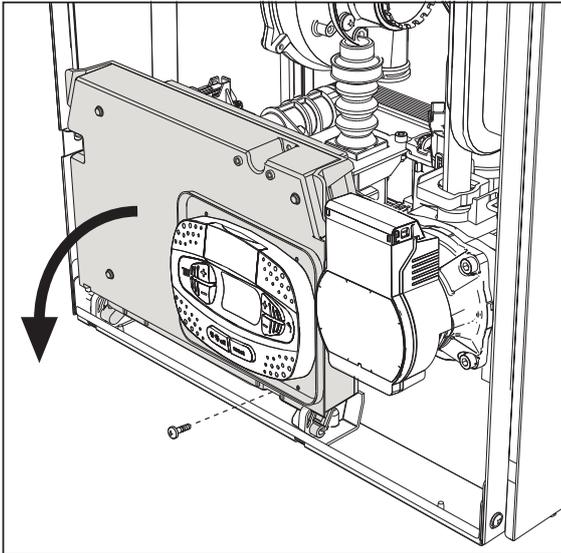
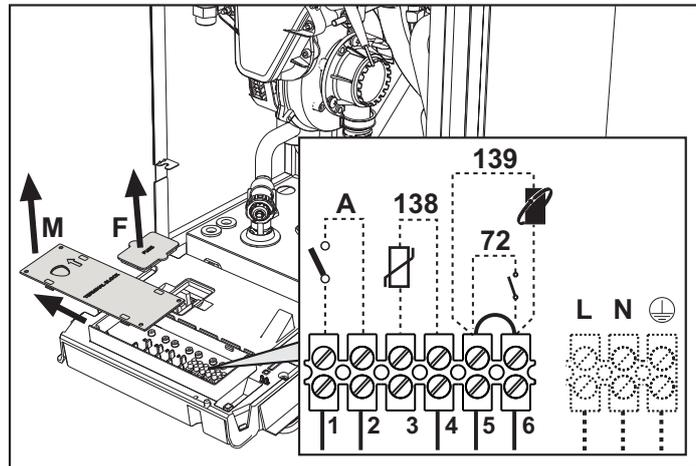

fig. 19
fig. 20
Après avoir retiré le panneau avant (*** 'Ouverture du panneau avant' on page 78 ***), il est possible d'accéder au bornier (M) et au fusible (F) en suivant les indications décrites ci-après (fig. 19 et fig. 20). **Les bornes indiquées en fig. 20 doivent être à contacts secs (et non pas 230 V).** La disposition des barrettes pour les différentes connexions est reportée dans le schéma électrique au chapitre des données techniques fig. 43.
Configuration interrupteur ON/OFF (A fig. 20)